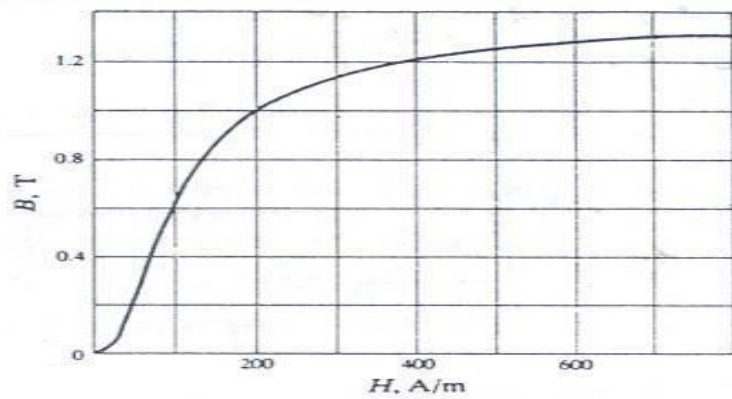
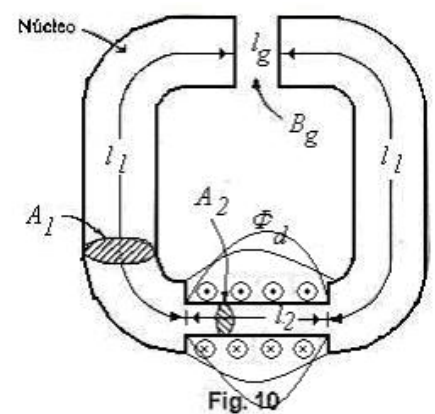

Fig. 11
Fig. 10
6.-Un circuito magnético compuesto en el que varía la sección transversal se muestra en la Fig.10; la porción de hierro tiene las características B-H de la Fig. 11. Datos $N = 100$ vueltas; $l_1 = 4l_2 = 40 \text{ cm}$; $A_1 = 2 A_2 = 10 \text{ cm}^2$; $l_e = 2 \text{ mm}$; flujo de dispersión $\phi_d = 0,01 \text{ mWb}$. Calcúlese la corriente I necesaria para establecer una densidad de flujo en el entrehierro de $0,6 \text{ T}$.